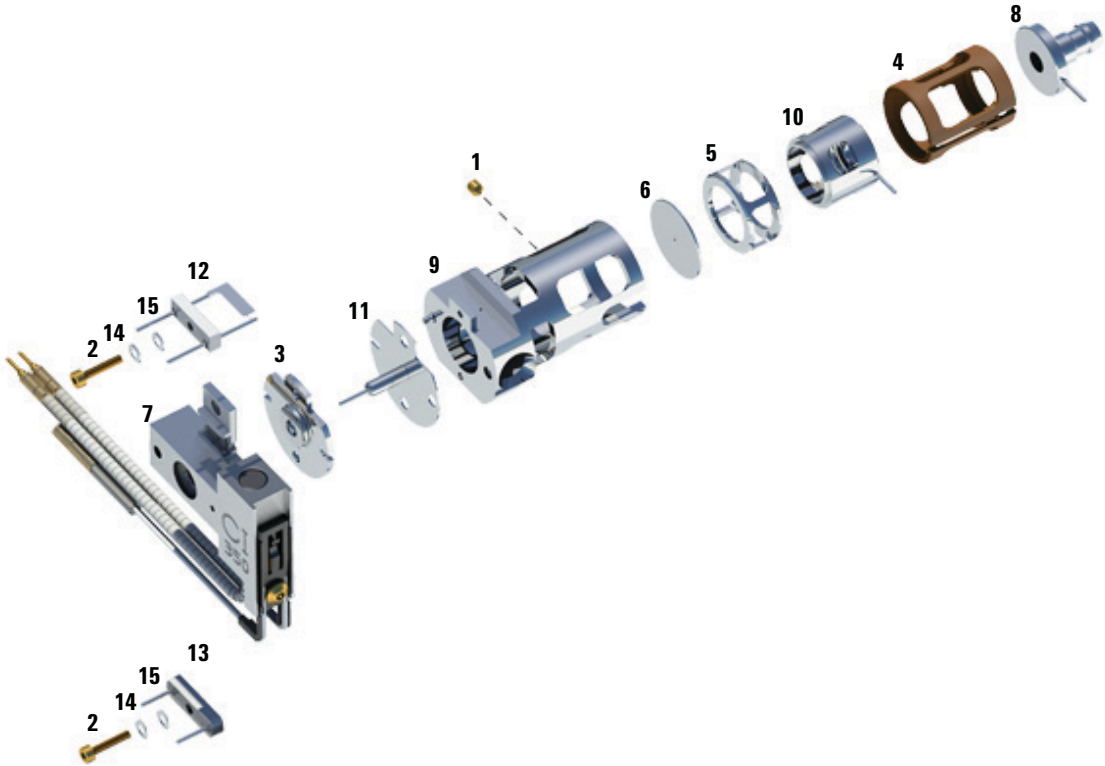

Figura 72 Plano de despiece de la fuente CI
Consulte el plano de despiece y la lista de piezas de la fuente CI a la hora de llevar a cabo este procedimiento. (Consulte la Figura 72 y la Tabla 19 en la página 238.)
- 1 Monte la lente de enfoque iónico, la lente de entrada y el aislante de las lentes. (Consulte la Figura 72 y la Tabla 19 en la página 238.)
- 2 Inserte la placa de descarga y el cilindro de descarga en el cuerpo de la fuente. (Consulte la Figura 72 en la página 237.)
Tabla 19 Lista de piezas de la fuente CI (Figura 72)